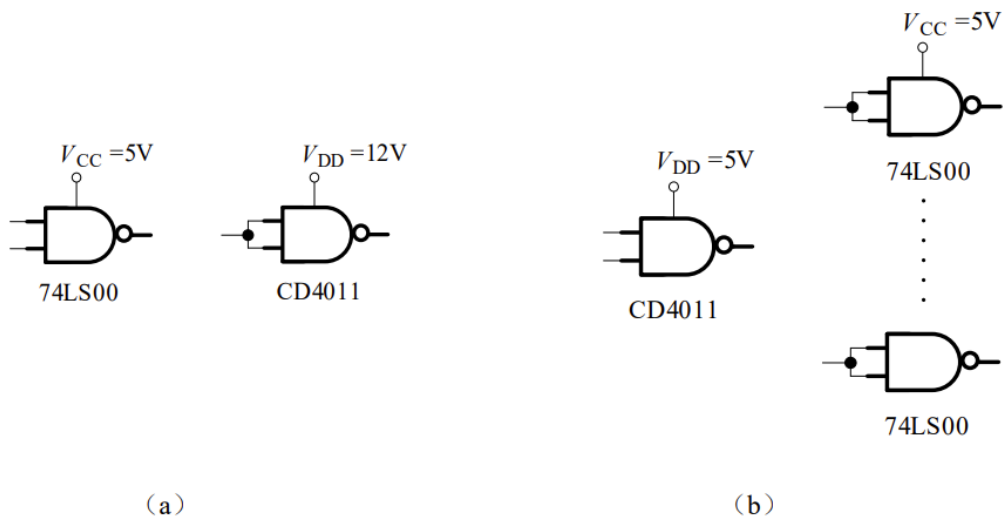

图 7
4. 在如图 7 所示的两个电路中, 不同工艺的数字集成电路在互相对接时应该满足什么条件